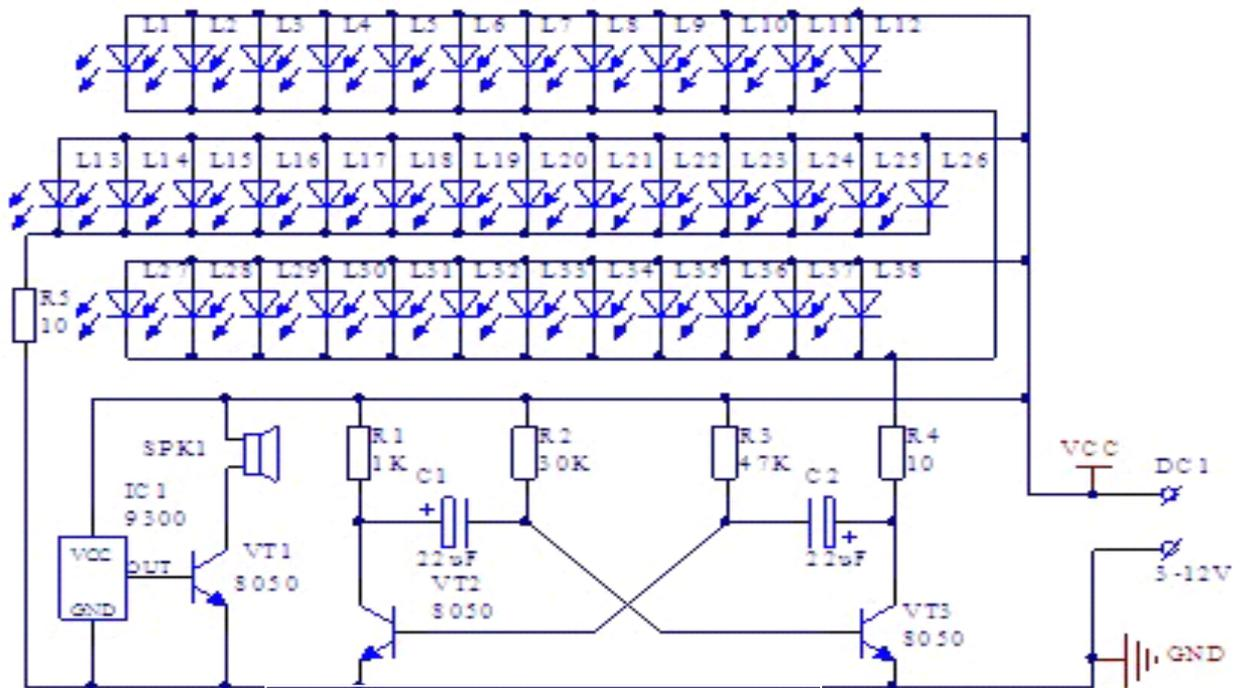

图 1-1 创意蝶形音乐闪烁灯电路原理
**二、工作原理** 创意蝶形音乐闪烁灯电路原理如图 1-1 所示，当电源接通，两只三极管 VT2、VT3 就要争先导通，但由于元器件有差异，只有某一只管子最先导通。假如 VT3 最先导通，那么 VT3 集电极电压下降，LED1-12 和 LED27-38 被点亮，电容 C2 的右端接近 0 电压，